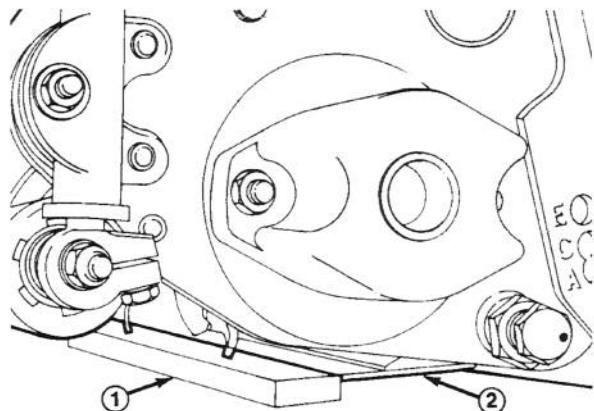

Figure 5
6. Placez une cale d'une épaisseur minimum de 6 mm sous les lames du tambour et contre la face avant du contre-couteau (Fig.5).